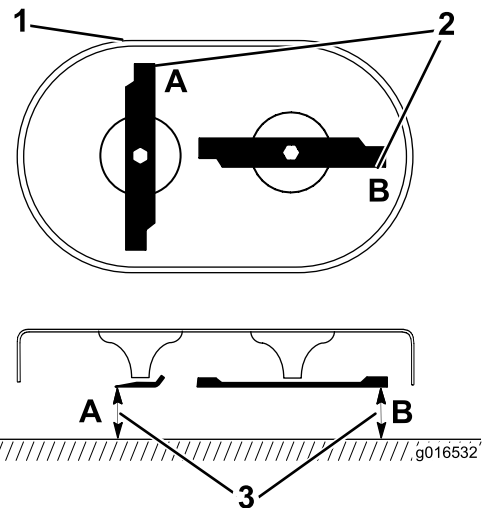

Figure 35
1. Faites tourner les lames jusqu'à ce qu'elles soient dans la position illustrée à la Figure 35.
2. Mesurez la distance entre une surface plane et le tranchant aux points A et B, (Figure 35), et notez les deux dimensions.